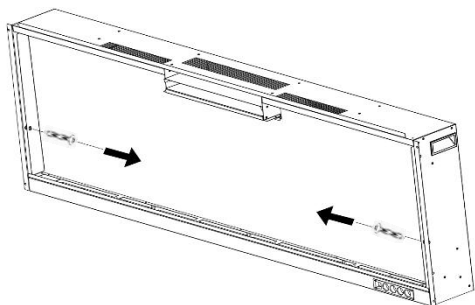

Рис. 2-1
A. Снимите винты (по 1 на сторону) с боковых сторон камина. Отложите винты в сторону (**рис. 2-1**).